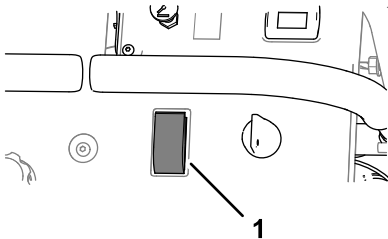

Figura 41
3. Ponga el interruptor de la bomba de fumigación en la posición de ACTIVADO (Figura 41).